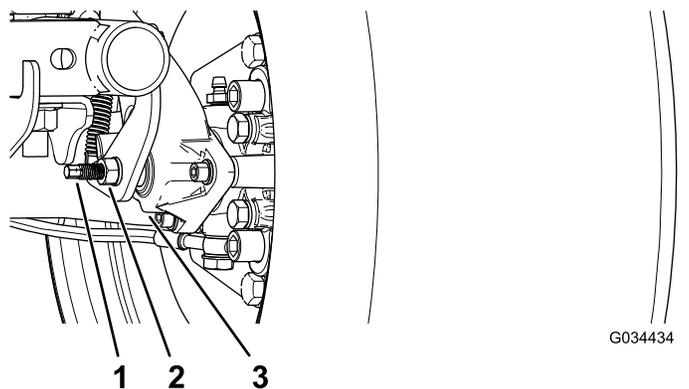

図 52
3. レンチを2本使用し、1本のレンチでキャリパの調整ポストが回らないように保持しながら、もう1本でジャムナットを1/4回転ゆるめる 図 52。
4. 調整ポストとジャムナットを保持した状態で、調整ポストを回して締め付ける 図 52。
5. 調整ポストとジャムナットを保持した状態で、1/4回転だけでもどす 図 52。
6. 調整ポストとジャムナットを保持した状態で、ジャムナットを締め付ける 図 52。